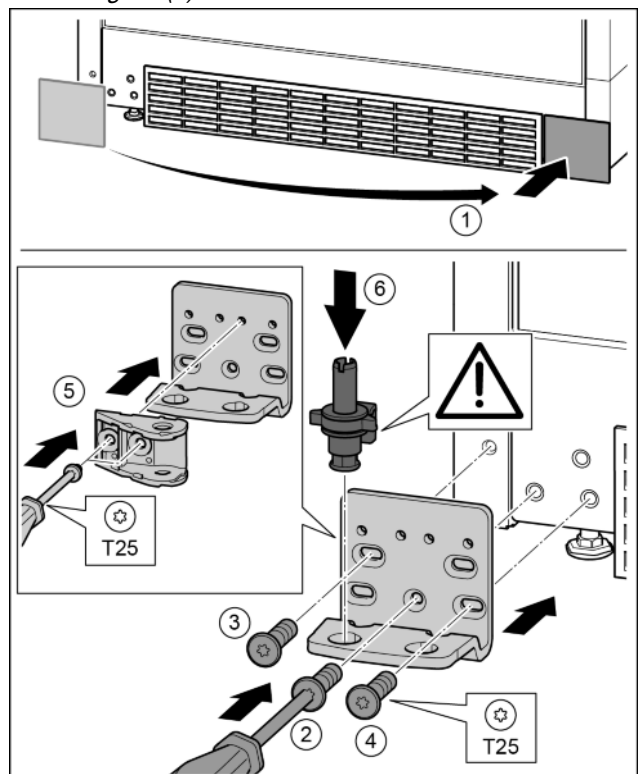

Fig. 34
- ▶ Sejměte kryt a připevněte jej na druhé straně. Fig. 34 (1)
- ▶ Nasadíte stojan ložiska na druhé straně a přišroubujte pomocí šroubováku T25. Začněte šroubem 2 dole uprostřed. Fig. 34 (2)
- ▶ Pevně utáhněte šroub 3 a 4. Fig. 34 (3, 4)
- ▶ Spojení tlumiče zavírání otočte o 180°. Šroubovákem T25 přišroubujte na druhé straně stojanu ložiska. Fig. 34 (5)
- ▶ Zcela vložte ložiskový čep. Přitom dávejte pozor, aby zajišťovací vačka směřovala dozadu. *Fig. 34 (6)*